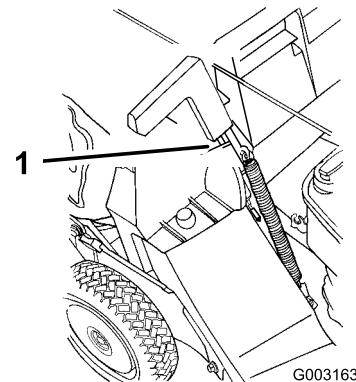

Figura 21
5. Tirate in avanti la maniglia dello sportello di scarico fin quando la spina non tocca più il fermo, e tirate indietro la maniglia finché la spina non si blocca nella tacca del cesto (Figura 21).